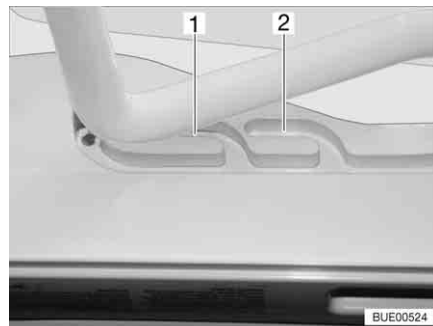
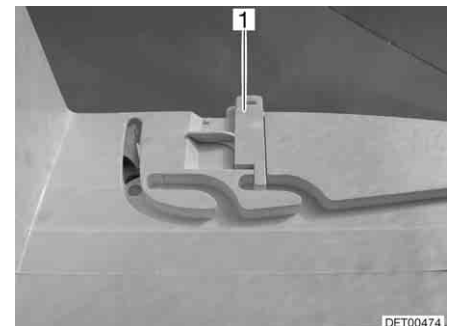

Bild 79 Heki-Dachhaube in Lüftungsstellung
Bild 80 Verriegelung Lüftungsstellung
Die Heki-Dachhaube kann in zwei Lüftungsstellungen gebracht werden: Schlechtwetterstellung (Bild 79,1) und Mittelstellung (Bild 79,2). Je nach Modell kann die Dachhaube in der Mittelstellung mit dem Riegel (Bild 80,1) verriegelt werden.
- Den Bügel leicht nach oben drücken und in die gewählte Führung (Bild 79,1 oder 2) schieben und ggf. verriegeln.